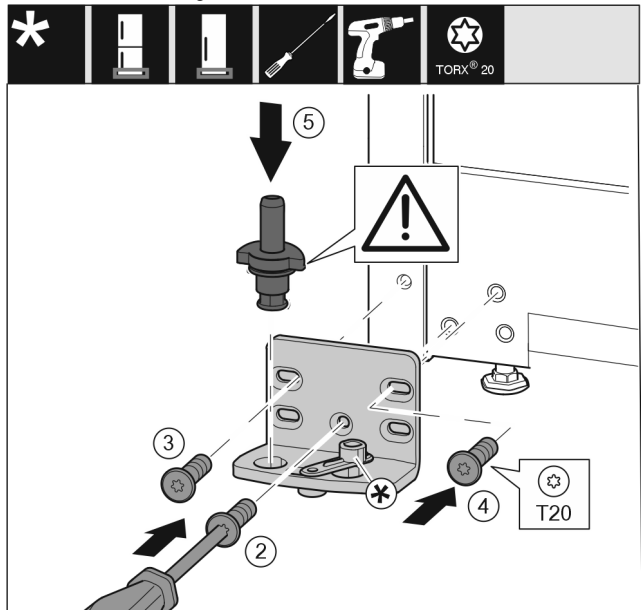

Fig. 16
- ▶ Monter lagerbukken på den andre siden, og skru den på med en skrutrekker T20. Begynn med skru 2 nederst i midten. *Fig. 16 (2)*
- ▶ Skru fast skru 3 og 4. *Fig. 16 (3,4)*
- ▶ Sett lagerbolten fullstendig på. Pass samtidig på at låsebolten peker bakover. *Fig. 16 (5)*